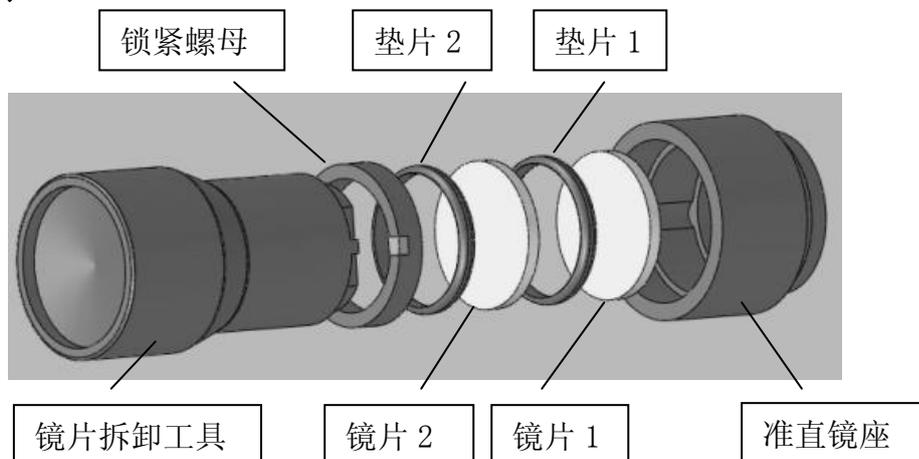

图 14
- 4、用镜片拆卸工具将锁紧螺母轻轻拧下，并取出镜片和垫片，如图 14 所示。